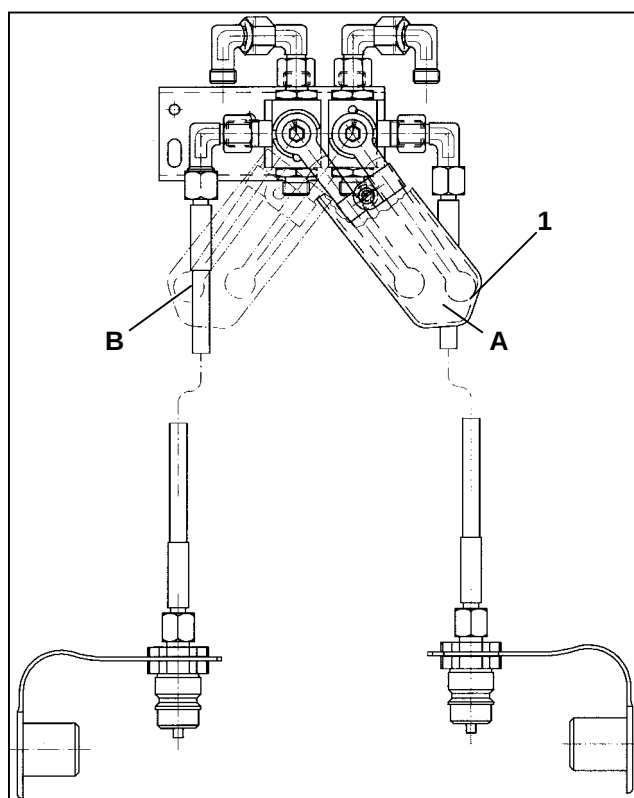

Fig. 8.5
- Reguleringsarmen (fig. 8.5/1) sættes i position "A" og udlæggeren i højre side klappes ud - ved at aktivere traktorens styreventil.
- Reguleringsarmen sættes i position "B" (Fig. 8.5) og udlæggeren i venstre side klappes ud - ved at aktivere traktorens styreventil.
- Reguleringsarmen sættes i position "A" (Fig. 8.5) og udlæggeren i højre side klappes ud - ved at aktivere traktorens styreventil.